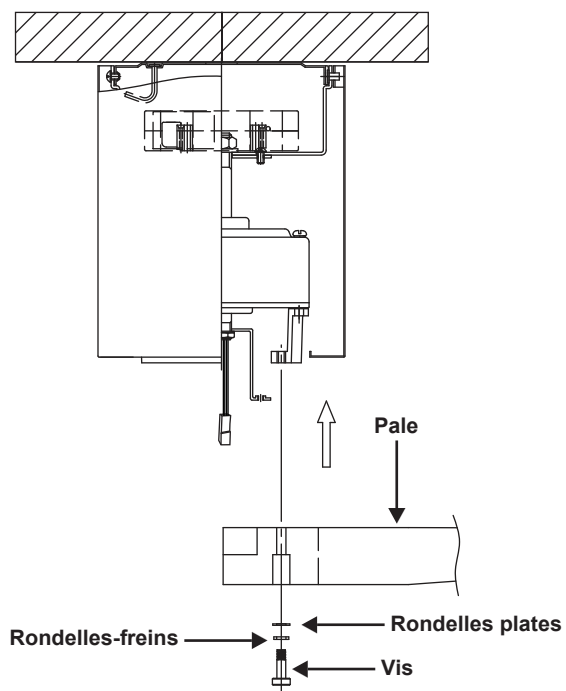

Figure 9
1. Fixez la pale au moteur à l'aide des rondelles plates, des rondelles-freins et des vis fournies. (Fig. 9)